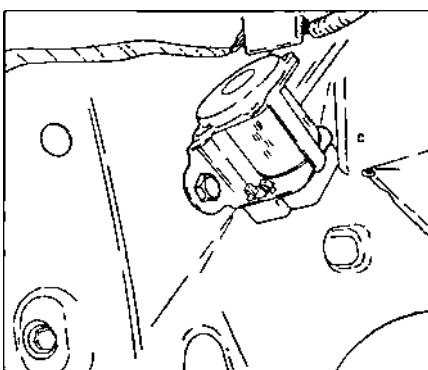

Рис. 9.11.
- Выкрутить болты и снять в багажном отсеке механизм регулирования длины ремня безопасности заднего сидения (рис. 9.11).